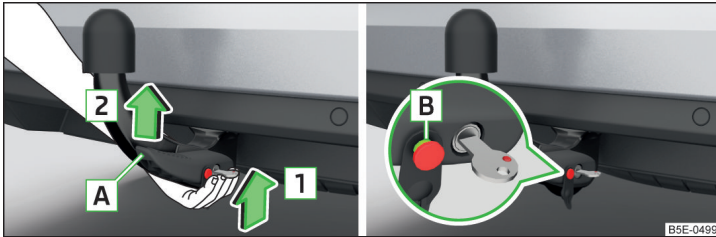

Abb. 301 Kugelstange einsetzen / Auslösebolzen in ausgefahrenem Zustand
- Die Kugelstange **von unten** » Abb. 301 fassen und in den Aufnahmebohrer in Pfeilrichtung **1** bis zum hörbaren Einrasten einsetzen » **!**.